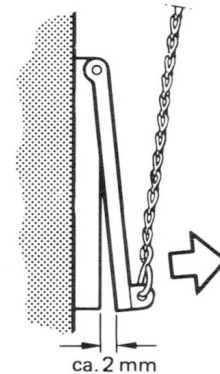

Рис.9
**Проверка работы Регулятора температуры (Тягорегулятора):** Установите ручку настройки регулятора в положение, соответствующее показанию котлового термометра. Если регулятор настроен правильно, то позиция воздушной заслонки будет соответствовать рис.9
Настройте цепь регулятора заслонки так, чтобы щель составляла примерно 2 мм (толщина спички, рис.9.)